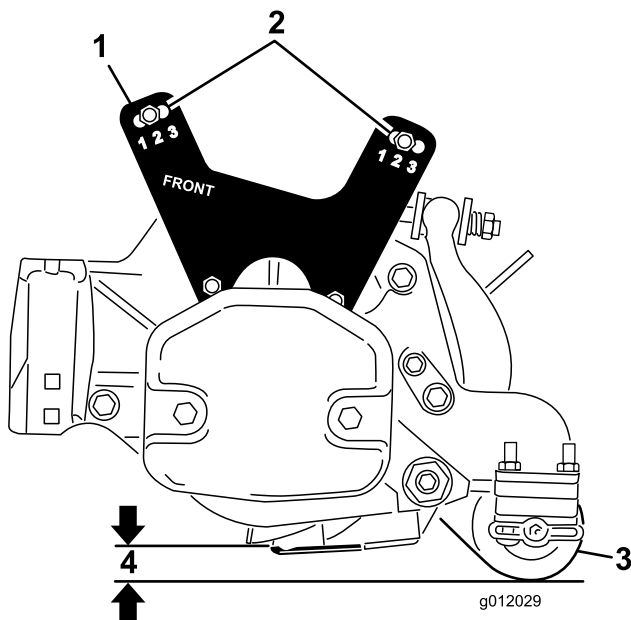

Figure 21
- Abaissez le plateau de coupe au sol et mesurez la distance du sol au sommet de la contre-lame, comme illustré à la Figure 21